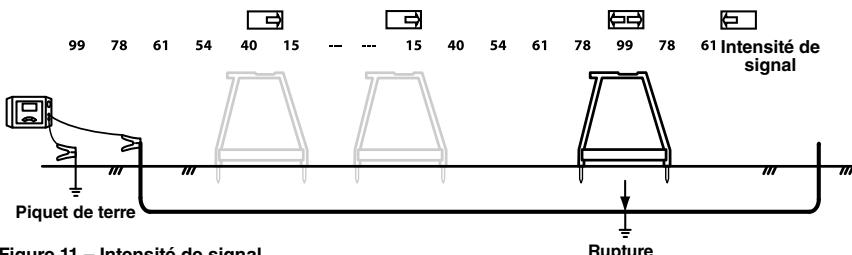

Figure 11 – Intensité de signal
- Retirez le récepteur, puis déplacez-le de quelques pas le long du conducteur, en direction des flèches et des bips directionnels. Renforcez les pointes du récepteur dans le sol (*Figure 11*).